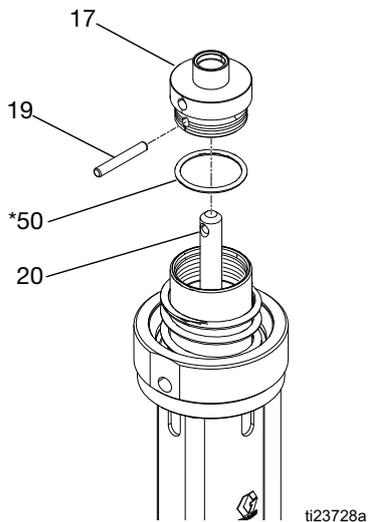

FIG. 14
- Retire a cavilha de fixação (19) e retire a tampa do pistão (17) do eixo de transferência (20). Retire o O-ring (50) da tampa do pistão. Inspeccione todas as peças para verificar se existe dano. Consulte a FIG. 14.